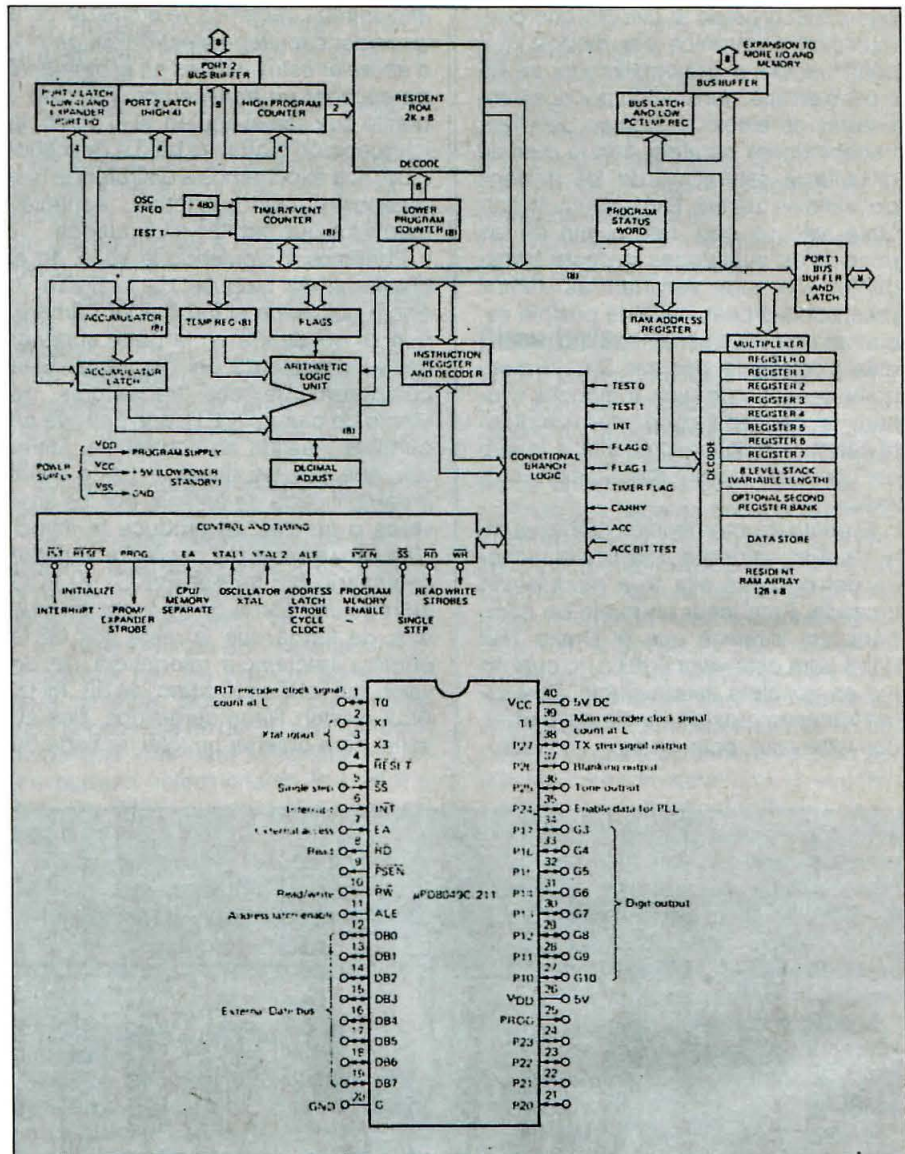

Figura 4. Diagrama de bloques del microprocesador y detalle del mismo.
del μ PD8049C-211. Aquí es donde se almacenan las ocho variables de frecuencia, banda y modalidad que determinan los 8 canales de memoria; se dan órdenes al VCO para que varíe su frecuencia de acuerdo con las pulsaciones del mando de subir o bajar frecuencia del micrófono, o del mando rotativo de sintonía principal, o del RIT. El lenguaje electrónico es diferente. Ya no se habla de bobinas, cuarzos, mezcladores; ahora hay puertas, separadores, multiplexores, decodificadores, contadores, rampas, enclavamientos, iniciación de programa, puesta a cero, etc. Una idea nos la da la figura 4. Las memorias almacenadas en el microprocesador pueden conservarse poniendo tres pilas de 1,5 V del tamaño normal (AA) y duran 1 año. El microprocesador y algunos circuitos integrados complementarios, ocupan muy poco espacio, al punto de que se encuentran en una